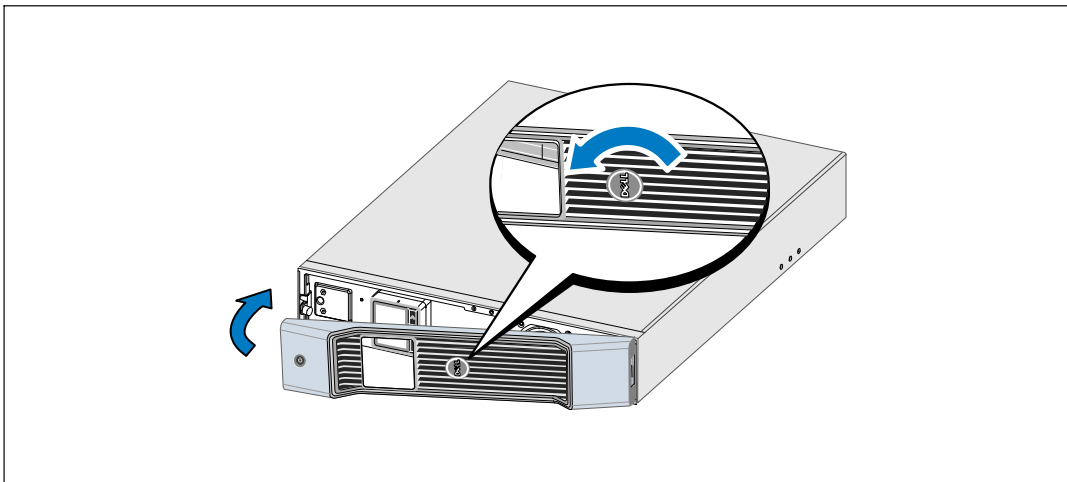

Figura 23. Cómo instalar la cubierta frontal del UPS
- 6 Gire el logotipo de Dell unos 90° hacia la izquierda e instale la cubierta frontal del UPS (consulte la Figura 23).